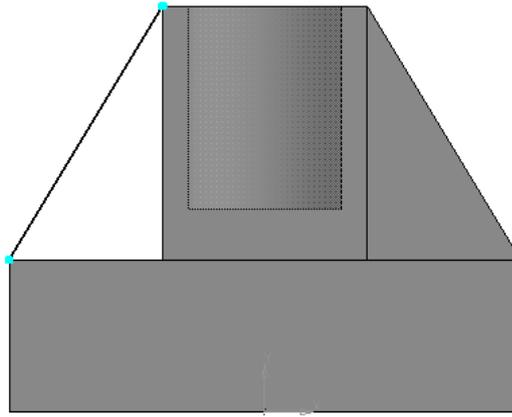

Рисунок 36.
7. Аналогично построить второе ребро жесткости (Рисунок 36).